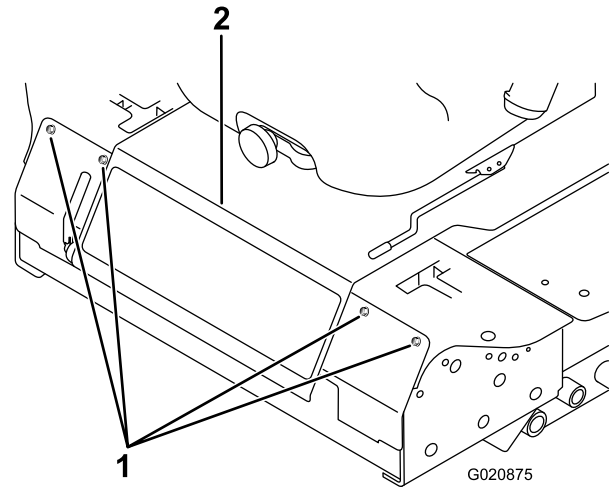

Figura 59
- Afloje los pernos del panel delantero y retire el panel (Figura 59).